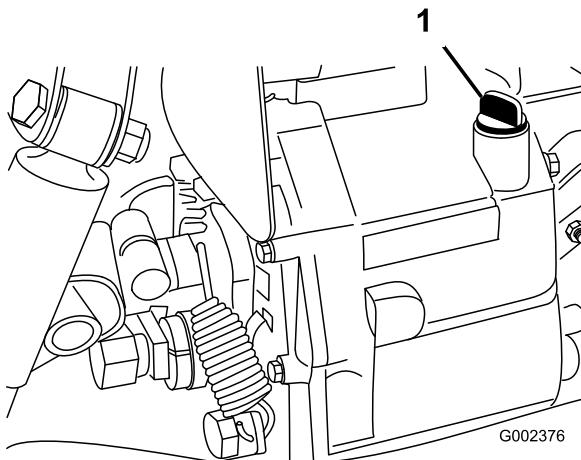

Рисунок 68
- Очистите область вокруг отверстия для масломерного щупа (Рисунок 68).